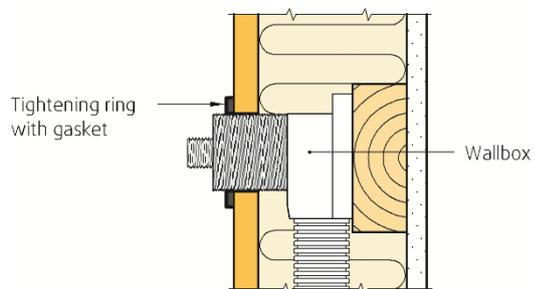

Fig. 4
- Der mit dem Mauerkasten gelieferte Dichtungsring und die Dichtung wird wie in Abbildung 4 dargestellt montiert